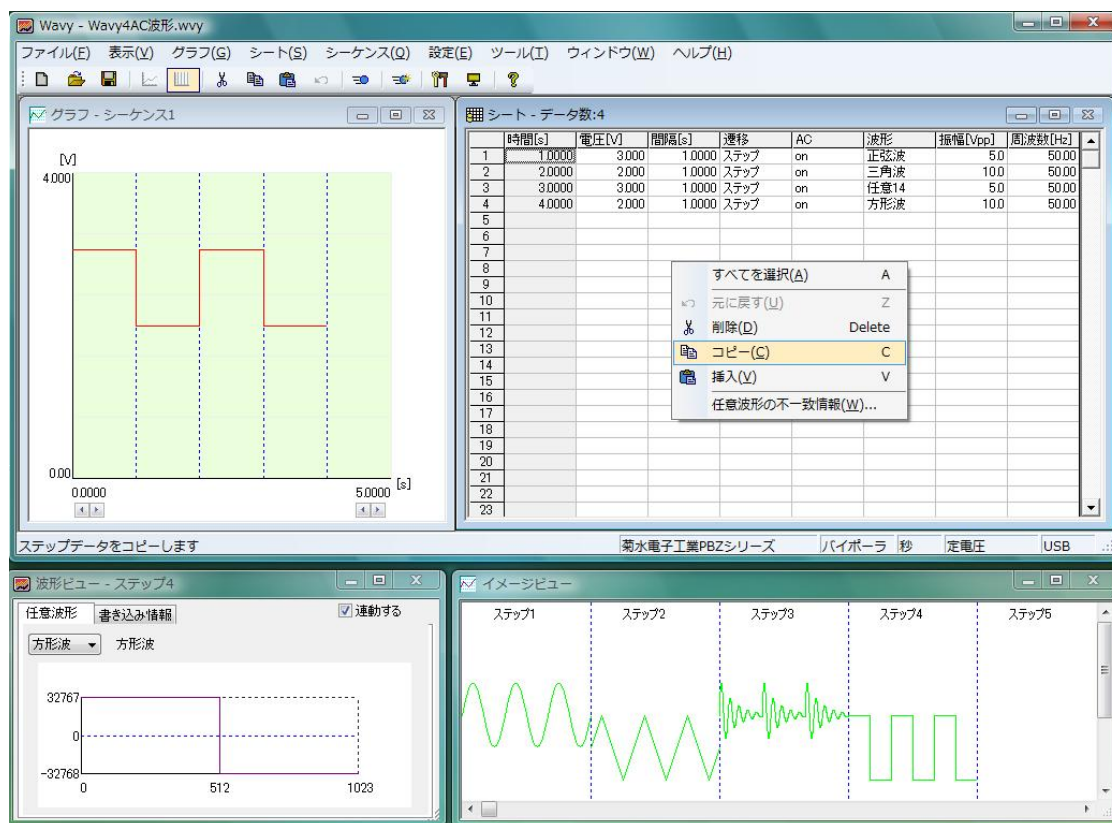

図 6-11 行のコピー・挿入・削除
■ 図 6-11 は、モード設定にて、「交流信号を使用する」を選択し、シーケンスデータを作成した例です。シートにあるステップデータは、行単位でコピー、挿入、削除が行えます。複数行にも対応しています。